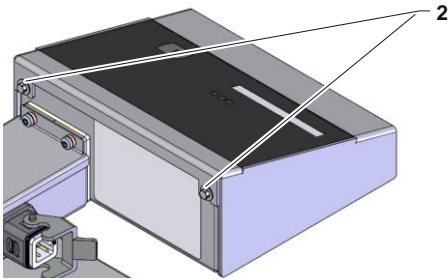

Abb. 5: Rückseite Auswerteeinheit
- Schrauben (Kennzeichnung 2 → Abb. 5) festziehen.